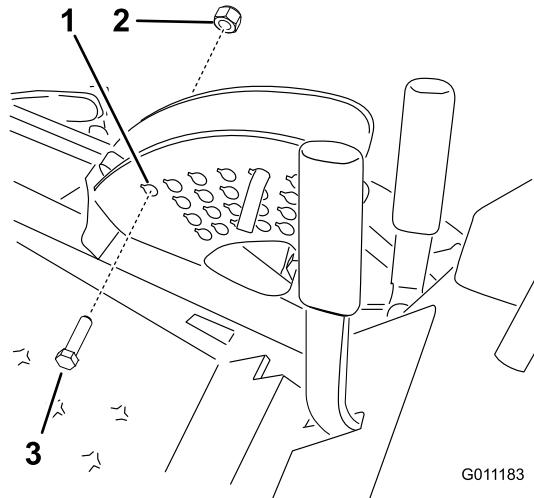

Figura 30
- Abbassate il piatto di taglio del tosaerba e installate un bullone (1/2 x 2-1/2 poll.) e il dado (1/2 poll.) nel foro ad un'altezza di taglio di 152 mm (Figura 30). In tal modo eviterete di danneggiare la puleggia doppia quando sollevate il piatto di taglio.